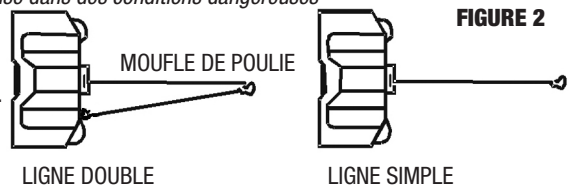

FIGURE 2
3. **USE A PULLEY BLOCK FOR HEAVY LOADS.** To maximize Winch and wire rope life, use a pulley block (not included) to double line heavier loads. (**See FIGURE 2**) (See www.keeperwinches.com for part number **KWA14550**) Always use a pulley block that is rated twice the capacity of the winch.
2. **NE DÉPASSEZ PAS LA CAPACITÉ NOMINALE DU TREUIL. NE LE SURCHARGEZ PAS ! NE TENTEZ PAS D'EFFECTUER DES TRACTIONNEMENTS PROLONGÉS DE CHARGES LOURDES !** Toute surcharge peut endommager le treuil et/ou le câble métallique et créer des conditions d'exploitation dangereuses. **POUR LES CHARGES DÉPASSANT 75 % DE LA CAPACITÉ NOMINALE DU TREUIL, NOUS RECOMMANDONS D'UTILISER UN MOUFLE DE POULIE (non compris) POUR DOUBLER LE CÂBLE MÉTALLIQUE. (FIGURE 2).** Cela réduit la charge du treuil, la contrainte exercée sur le câble métallique et le système électrique.